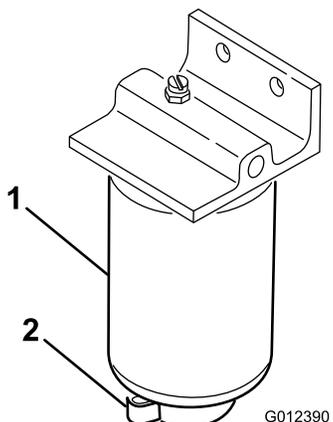

Figura 33
1. Coloque um recipiente limpo debaixo do filtro de combustível (Figura 33).
1. Limpe a zona de montagem do recipiente do filtro (Figura 33).